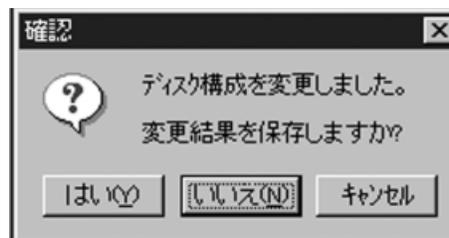

図 7. 確認ダイアログボックス
3. [パーティション] メニューより [今すぐ変更を反映] をクリックすると、図 7 の確認ダイアログボックスが表示されるので、[はい] をクリックします